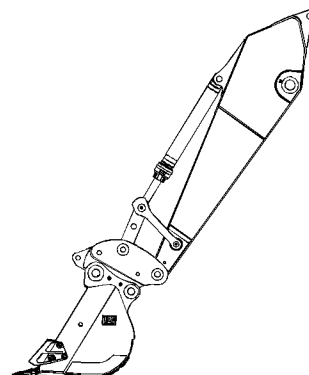

Ilustración 315
1. Cuando usa un acoplador rápido con sujetapasador hidráulico, se puede conectar un cucharón que esté en posición invertida. Observe la ilustración 315 para obtener un ejemplo de cómo conectar un cucharón que esté en posición invertida.